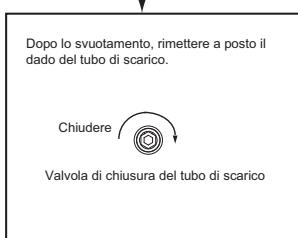

Figura 4-2
- Svuotamento: Se l'unità necessita di pulizia, spostamento, ecc., il serbatoio deve essere svuotato. Metodo: Vedere Figura 4-2: